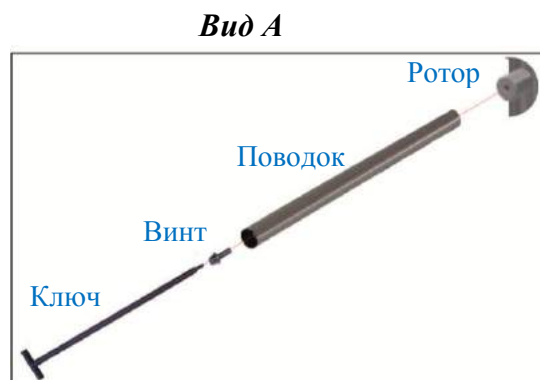

Рис.8– Установка ротора турникета и поводков
3. Сборка ротора турникета (см.рисунок 8):